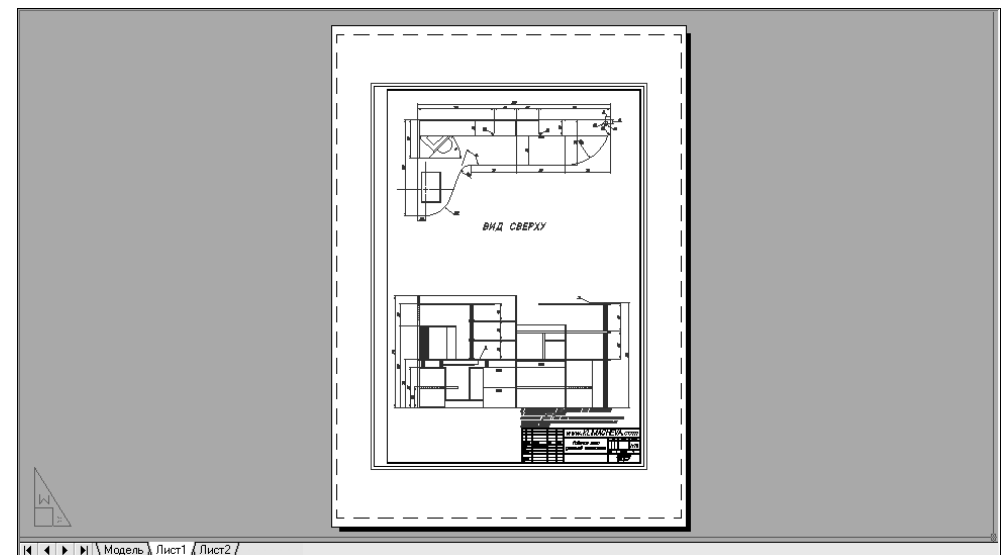
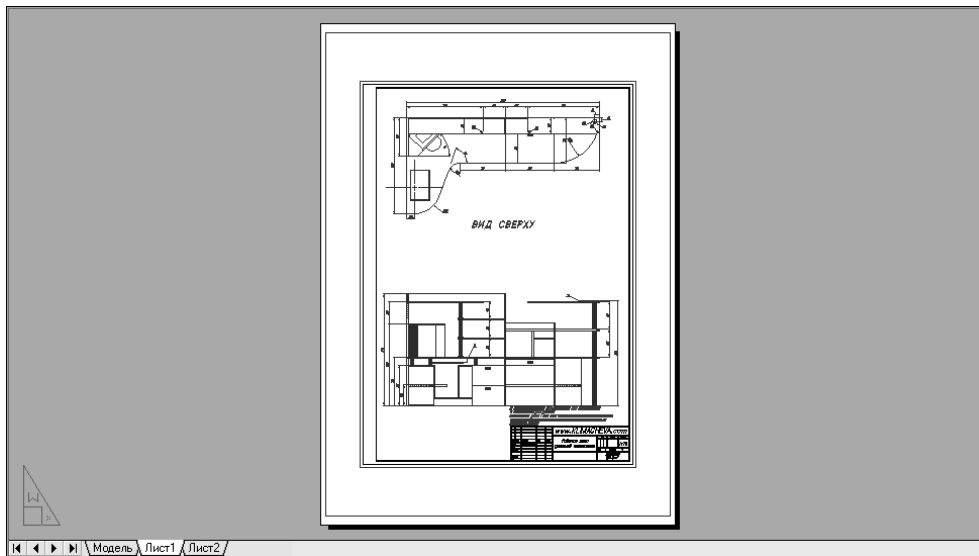

Рис. 13.5 ▼ Новая компоновка **Лист1** создана
Рис. 13.7 ▼ Прямоугольник, совпадающий по размерам с печатаемой областью
9. Щелкните на кнопке **Заккрыть** (Close). AutoCAD создаст на листе **Лист1** новую компоновку и отобразит текущий чертеж в этой компоновке (рис. 13.5).
В настоящий момент на экране в области черчения вы видите макет компоновки печатного листа, который представлен белым прямоугольником на сером фоне. Собственно чертеж находится в центре макета. Как видно на рис. 13.5, он ограничен созданным ранее прямоугольником, который должен обозначать границу печатного листа (пока что эта граница и граница компоновки не совпадают, но вскоре мы исправим этот недостаток). Вокруг этого прямоугольника имеется еще один прямоугольник, который обозначает границу так называемого *видового экрана* (viewport). Видовой экран создается AutoCAD автоматически
4. AutoCAD предложит задать координаты второго угла. Введите **408.4, 572.4**. На листе компоновки появится прямоугольник (рис. 13.7), размеры которого соответствуют размерам печатаемой области, представленной штриховыми линиями (сравните рис. 13.7 с рис. 13.5).